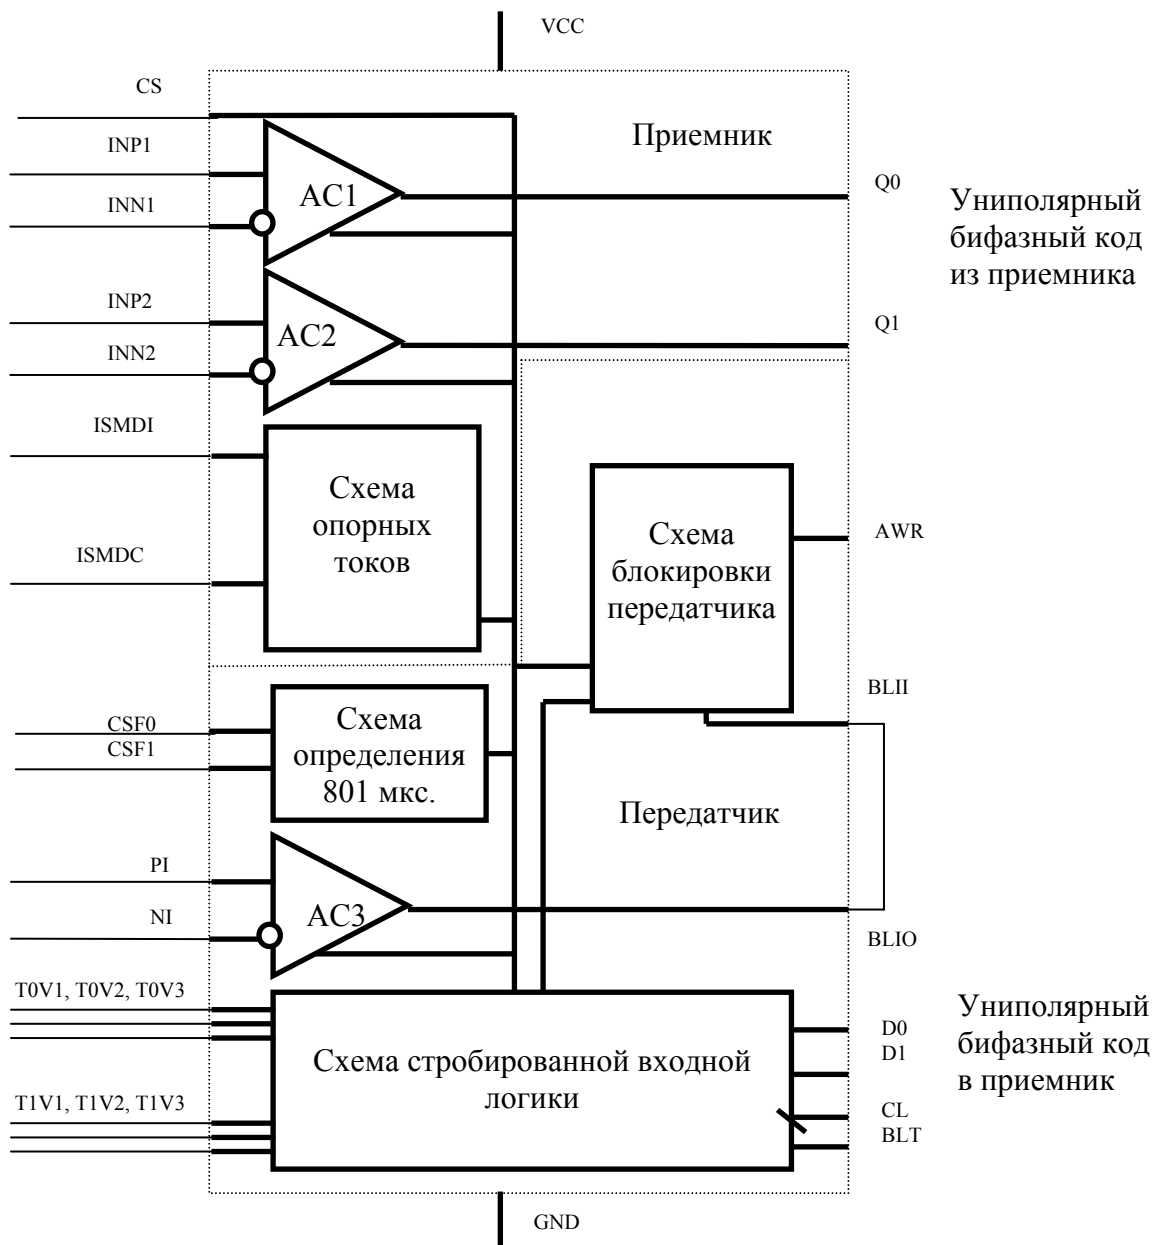

Рисунок 1 СТРУКТУРНАЯ СХЕМА ППКМО
2.1 ППМКО (рисунок 1) состоит из следующих составных частей: